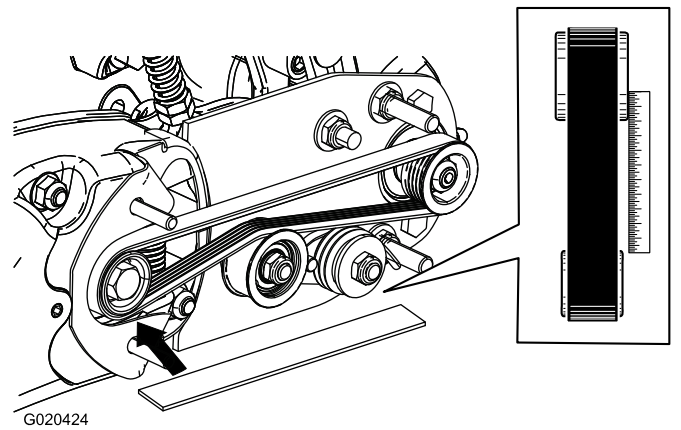

図 13
- A. 駆動プーリの外側面に直定規を当てる 図 13。駆動プーリと受動プーリの両方に直定規を当てないこと。